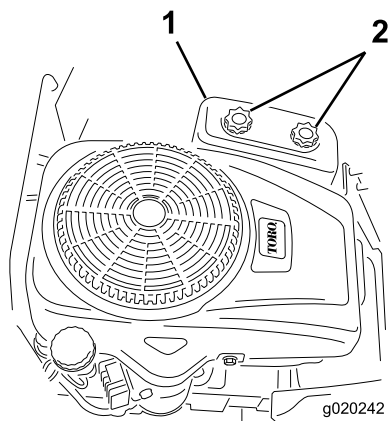

Рисунок 38
4. Снимите крышку воздухоочистителя, отвернув 2 ручки (Рисунок 38).
3. Установите крышку воздухоочистителя и затяните 2 ручки (Рисунок 38).